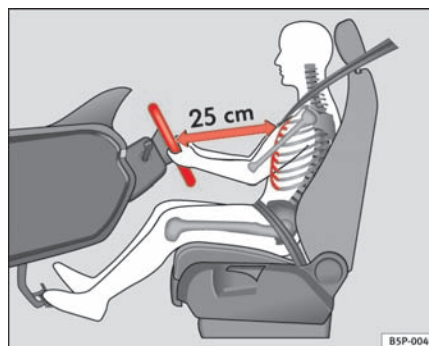

Fig. 93 Sådan sidder føreren korrekt.
- Indstil rattet på den måde, indtil du har nået den ønskede position ⇒ fig. 93.
- Indstil førersædet eller rattet, så afstanden mellem rattet og din brystkasse er mindst 25 cm ⇒ side 123, fig. 93. Hvis du ikke overholder minimumsafstanden, kan airbagsystemet ikke beskytte, som det skal – livsfare.